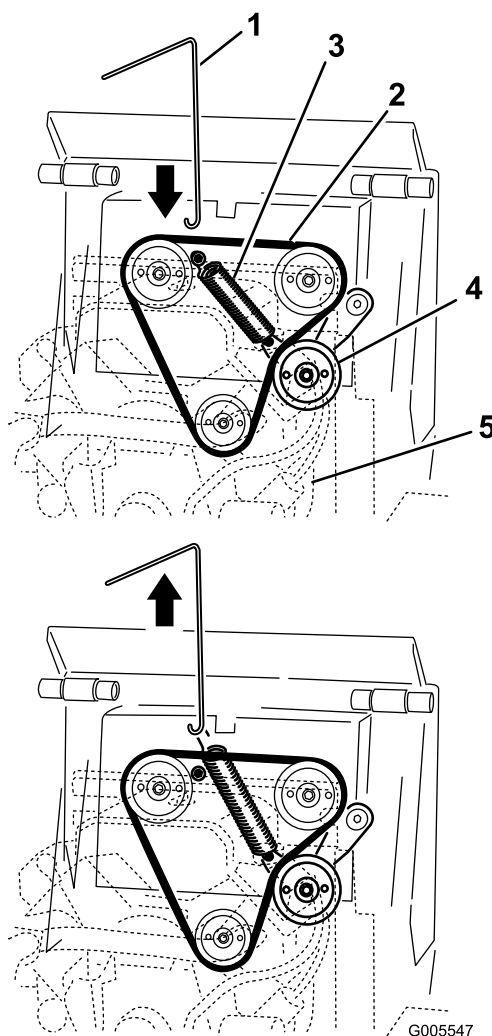

Figura 44
3. Conecte el gancho de la Herramienta para la Retirada de Muelles al gancho del muelle de la polea tensora, y desenganche el muelle del espárrago según se muestra en Figura 44.